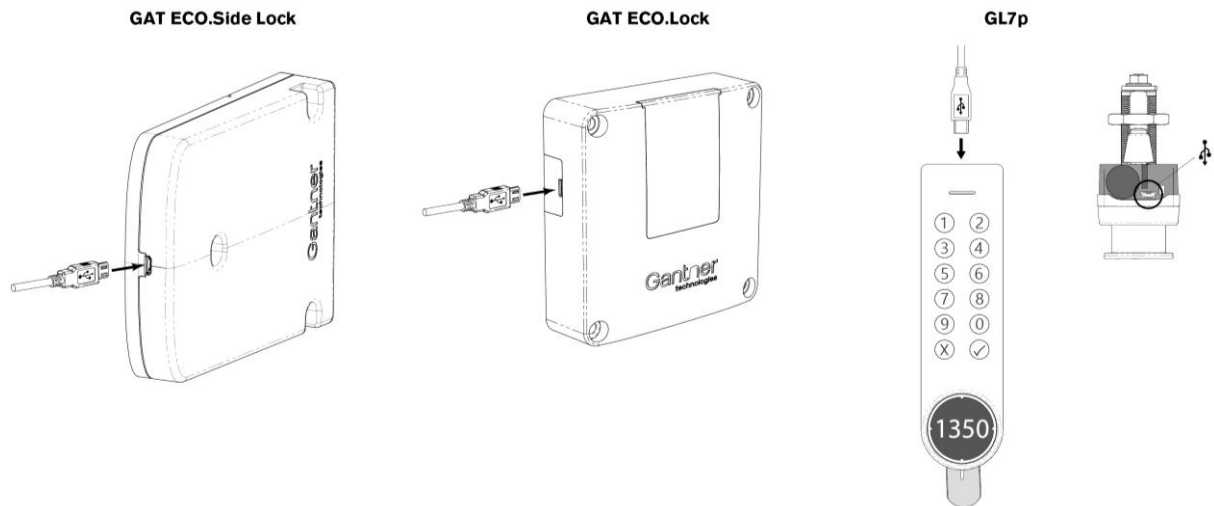

Bild 2.1 – USB-Anschluss der Schrankschlösser
- ▶ Schließen Sie das Schloss über USB an den PC an (siehe Bild 2.1).